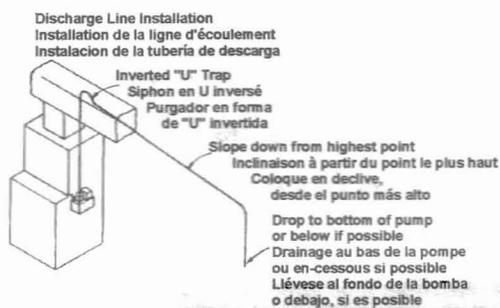

Fig. 4
- Run flexible tubing or pipe from evaporator drain into one of the three pump inlets. Be sure inlet piping is sloped downward to allow gravity flow (Figure 4). Extend the inlet piping into the tank from 1 to 3 inches to ensure that it will not interfere with proper float operation. Be sure that the inlet piping is cut at an angle where it enters the tank.
1. Courant flexible tubage ou pipe des evaporator drain into 1 de la 3 pompe inlets. Pour permettre un bon écoulement, s'assurer que le tuyau d'admission est bien dirigée vers le bas (Figure 4). Introduire le tuyau d'entrée de 1 à 3 pouces (de 2,5 à 7,5 cm) à l'intérieur du réservoir afin de s'assurer qu'il ne nuise pas au fonctionnement du flotteur. Vérifier que le tuyau d'entrée est coupé en angle à son entrée dans le réservoir.